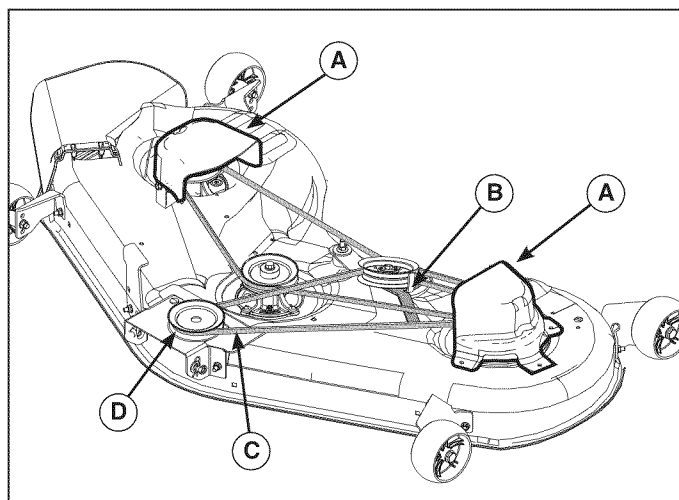

Figura 24
3. Quite los tornillos y las cubiertas (A, Figura 24) de los ejes de las hojas izquierda y derecha.